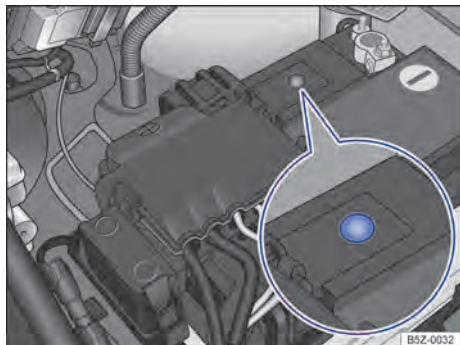

Fig. 173 En el compartimento del motor: ejemplo de posición del visor en el lado superior de la batería del vehículo.
- El visor redondo → fig. 173 en la parte superior de la batería del vehículo cambia de color dependiendo del nivel del electrolito.